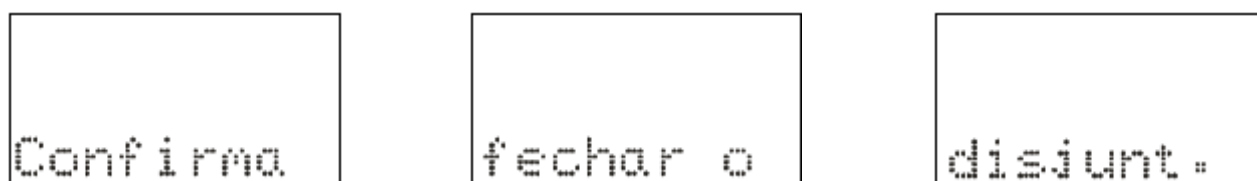
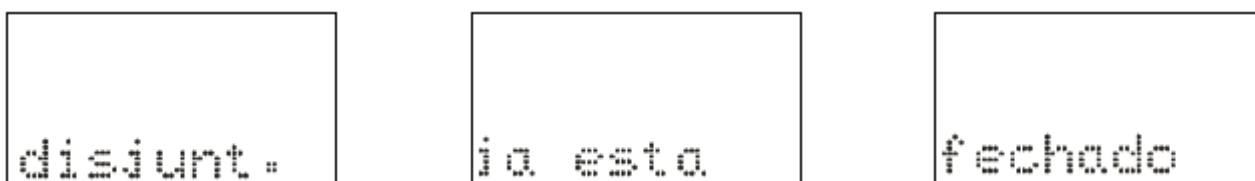

Figura 3.10: Comando local para fechar o disjuntor.
Figura 3.11: Informação da IHM local para disjuntor já fechado.
a) Pressionar a tecla **L** para realizar comando de ligar o disjuntor. A IHM local sinaliza a operação conforme figura 3.10. Após a confirmação do comando, o relé aguarda aproximadamente o tempo programado no parâmetro TempLD* (Pasta geral do aplicativo) para enviar comando de CLOSE para o disjuntor. Caso o disjuntor já esteja fechado, a IHM local realiza a sinalização mostrada na figura 3.11.